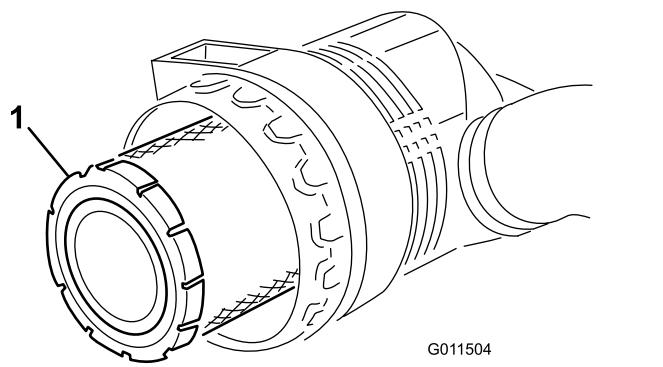

Figure 74
- Déposez et remplacez le préfiltre (Figure 74).